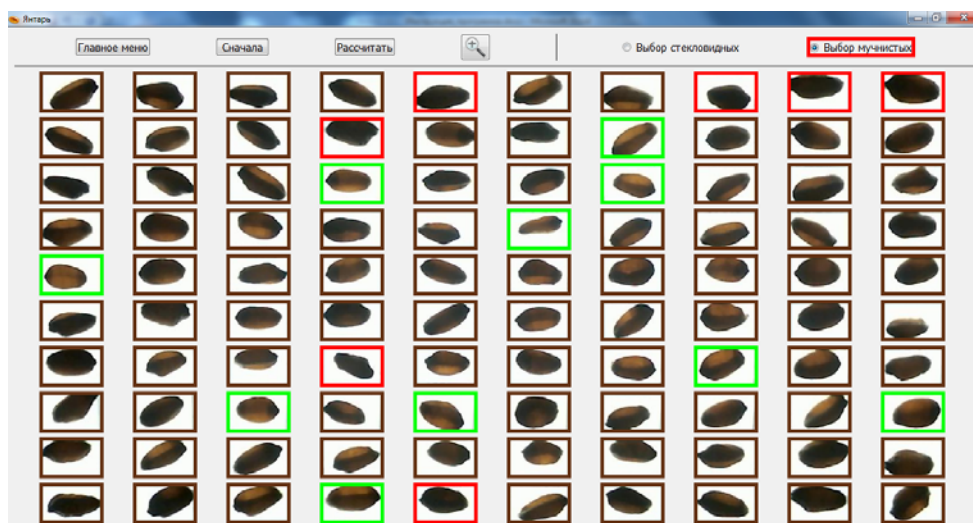
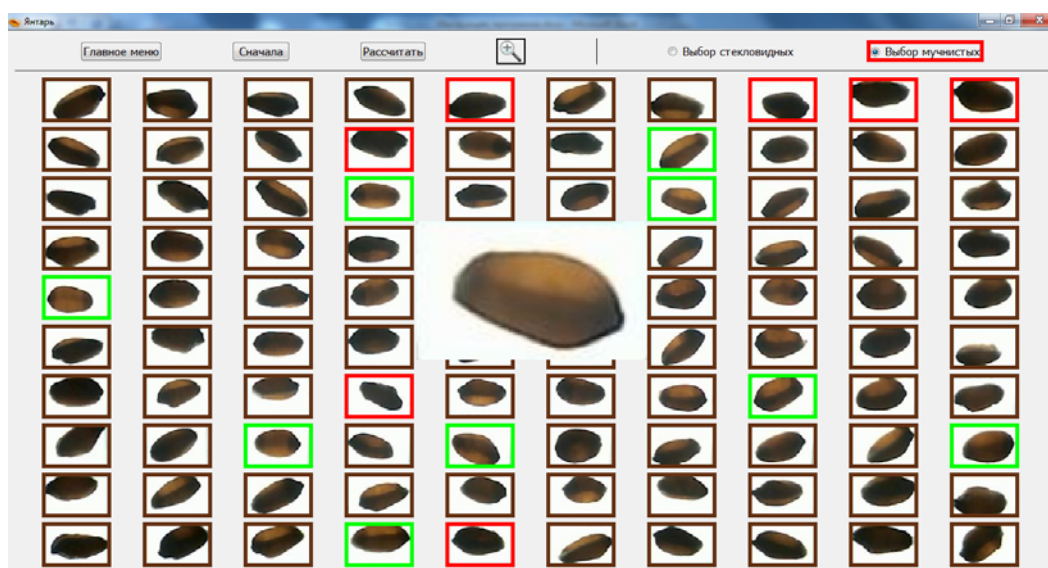

Рис.7 Выбор мучнистых зёрен
Рис.8
-нажать кнопку «Выбор мучнистых», расположенную в правой верхней части открытого окна (рис.7);
- выбрать все мучнистые зёрна, щёлкнув по каждому один раз. Каждое зерно после щелчка выделяется красной рамкой (рис.7). Если необходимо отменить выбор, то следует повторно щелкнуть по изображению выбранного зерна. При выборе зёрен изображение каждого зерна можно увеличить. Для этого необходимо нажать кнопку с изображением увеличительного стекла и привести курсор на изображение выбираемого зерна (рис.8). При повторном нажатии кнопки с изображением увеличительного стекла данная функция отключается.